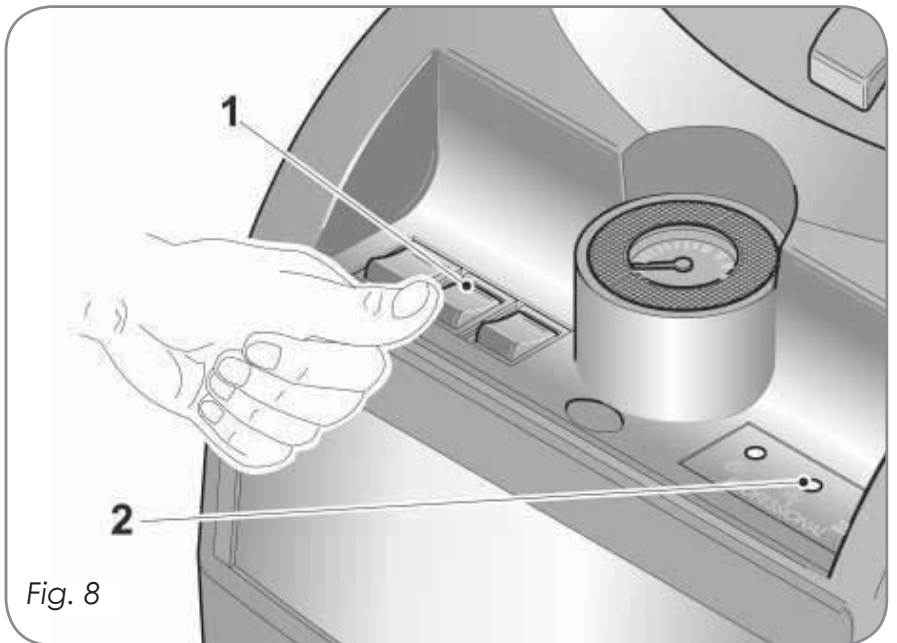

Fig. 8
Encender el interruptor de la caldera (pos. 1 fig. 8); la luz testigo verde de señalización de la presión del vapor centelleará durante el tiempo que es necesario para alcanzar la presión máxima, después de lo cual se estabilizará siempre encendida.